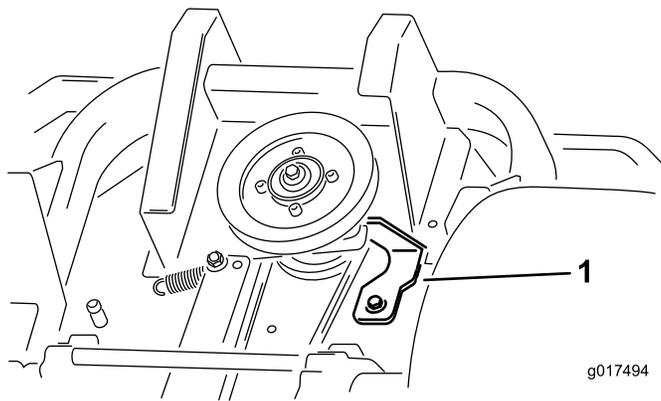

Figure 63
5. Déposez la butée d'embrayage, comme illustré à la Figure 63.
9. Reposez la butée d'embrayage, comme illustré à la Figure 63.